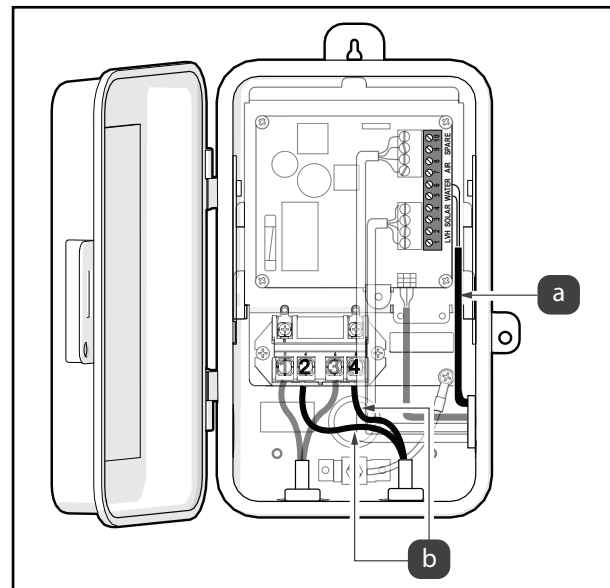

Figura 13. Conecte los cables de entrada de carga
6. Instale cables de bajo voltaje. Instale los cables para las conexiones del sensor de temperatura a través del troquelado lateral; consulte la Figura 13 (a).
14. Conecte una entrada de “carga” en el terminal 2 y la otra en el terminal 4; consulte la Figura 13 (b).